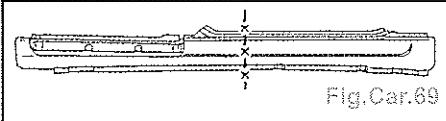

Fig.Car.69
- Tracer puis découper à l'aide d'une scie (Fig.Car.69).